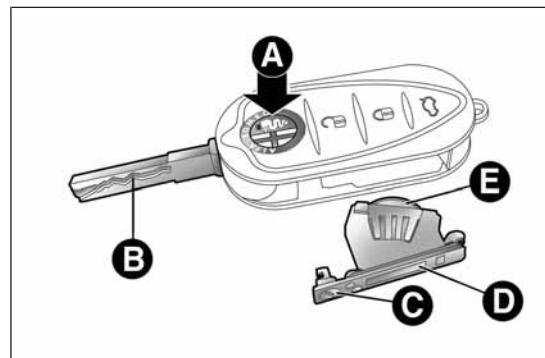

fig. 18
- ☐ pulsar el botón A fig. 18 y colocar la pieza metálica B en posición de apertura; girar el tornillo C a  utilizando un destornillador de punta fina;